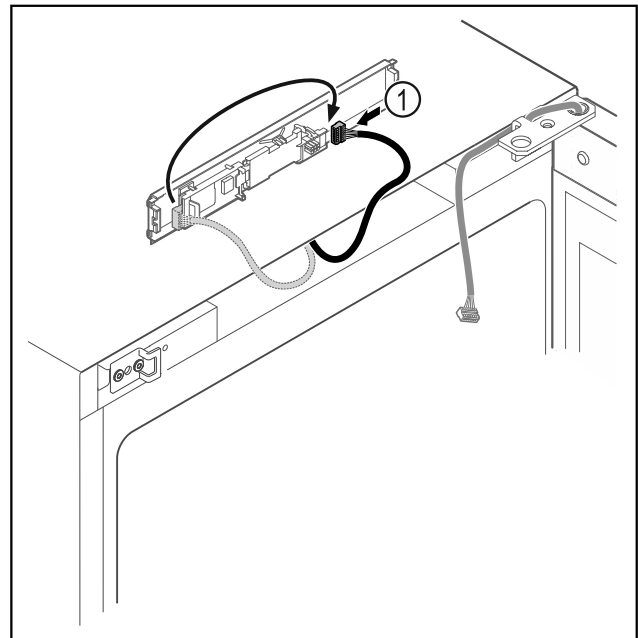

Fig. 9
- Vtič Fig. 9 (1) ponovno povežite s tiskanim vezjem.